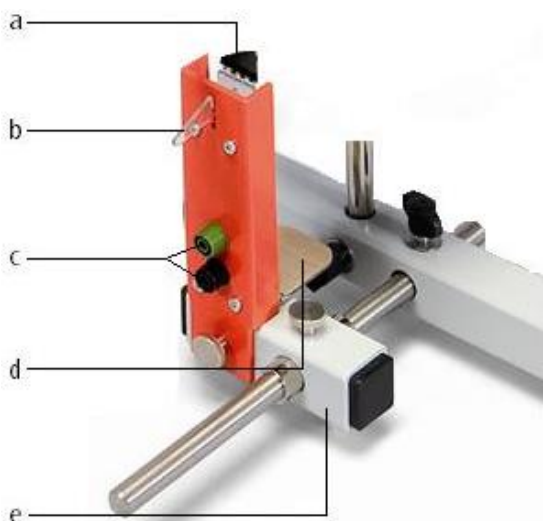

Fig. 1 Montagem da unidade Start/Stop: a mostrador, b alavanca de acionamento, c Buchas para acionador, d console para sensor refletivo a Laser, e tubo suporte
6.1 Montagem (veja Fig. 1 e 2)
Com a unidade Start/Stop e o sensor de reflexo Laser são possíveis medições exatas através de segmentos de ângulos definidos (veja Fig. 1). Acionando a alavanca (8) ocorre a liberação mecânica do disco rotativo e simultaneamente é aberto um contato de circuito entre as buchas (6) iniciando medições de tempo. O sensor de reflexo Laser permite a interrupção instantânea e sem contato físico do procedimento de medição de tempo.